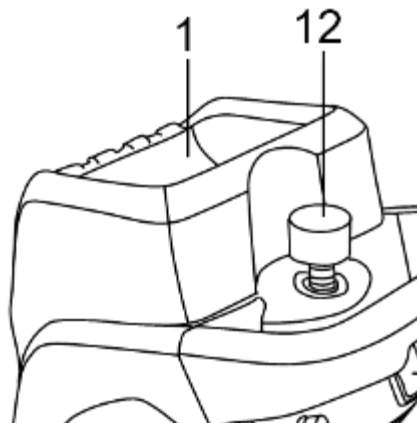

Fig. 4
① Rondelle ② Bague ③ Roue ④ Rondelle ⑤ M8 écrou ⑥ Enjoliveur
Serrez le bouton du couvercle (12)- Fig.4. La machine dispose d'un interrupteur de sécurité. Assurez-vous que le bouton est bien serré sinon le moteur ne s'activera pas.
NOTE: Il est dangereux d'utiliser la machine sans l'entonnoir(1)-Fig.4